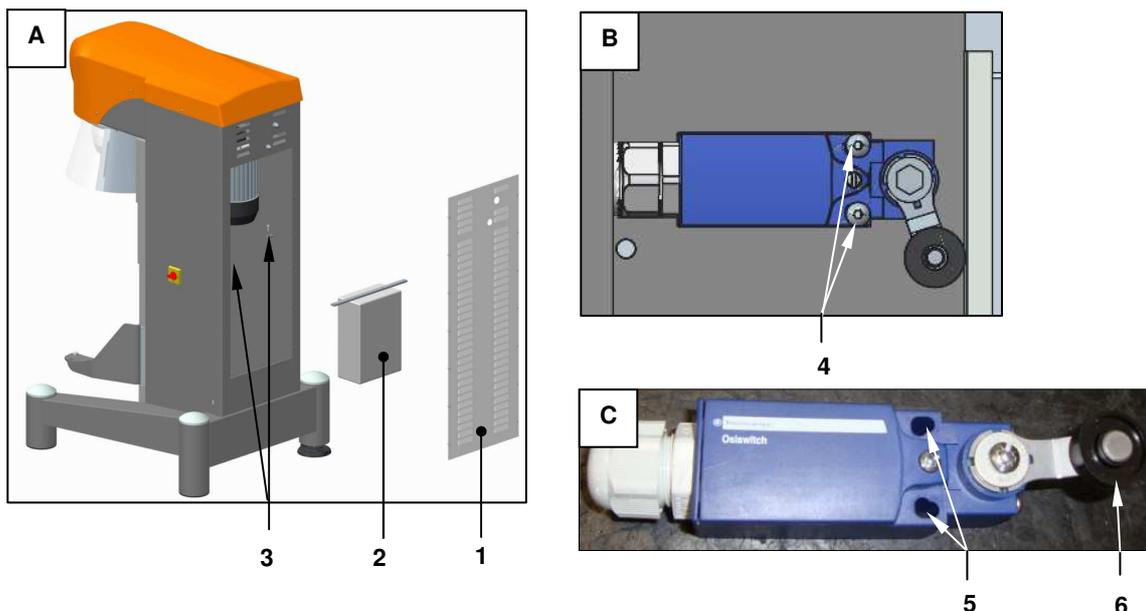

Рисунок 28- Замена микровыключателя остановки каретки дежи в верхней части
2. Ссылаясь на Рисунок 28 (деталь А) снимите заднюю защитную крышку рис.1, зафиксированную к корпусу оборудования винтами; демонтируйте электрическую коробку рис.2, изъев винты рис.3